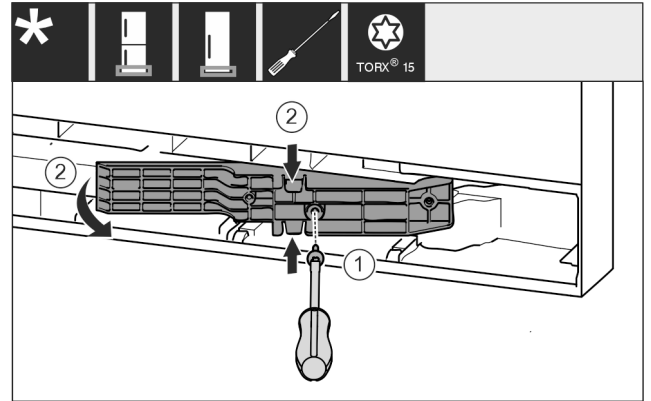

Fig. 8 *
- ▶ Atskrūvējiet skrūves ar skrūvgriezi T15. Fig. 8 (1)*
- ▶ Izvelciet adapteri. Fig. 8 (2)*